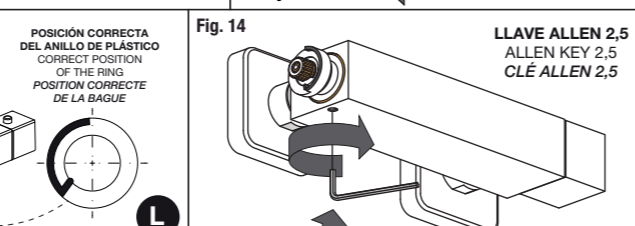

Fig. 14
2) Con una llave allen nº2,5 quitar el tornillo que sujeta el cartucho por la parte inferior del grifo (Fig. 14) y sacar el cartucho termostático (Fig. 15).